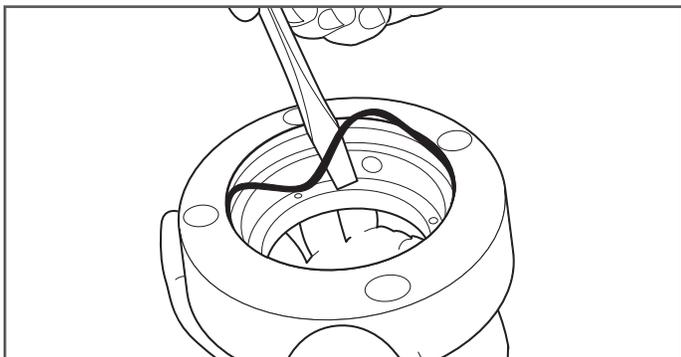

Figura 9-4
4. Quite la junta tórica interna de la sección media de la junta DoubleTrac®. Inspeccione la junta tórica para detectar cualquier rotura, rajadura o defecto visible. Reemplace la junta tórica de hacer falta. (Figura 9-4)